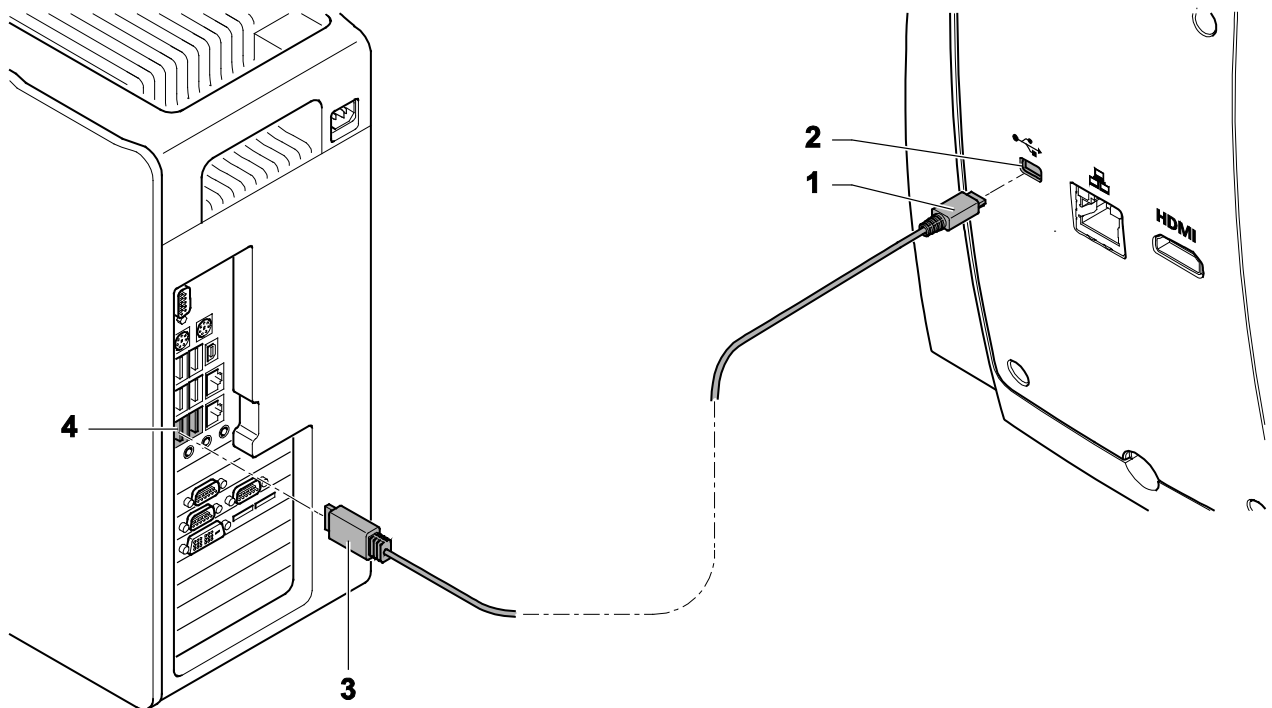

Bild 19 Datenübertragung an den PC per USB-Schnittstelle
- Den Mini-USB-Stecker (Bild 19/1) des USB-Kabels in den USB 2.0-Ausgang (Bild 19/2) an der Rückseite des Mikroskops einstecken.
- USB 2.0-Stecker (Bild 19/3) in den PC (Bild 19/4) einstecken.